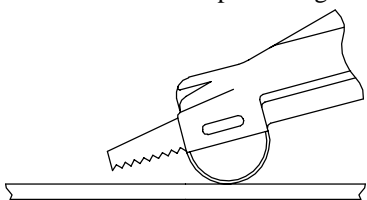

Figura 1
1. Sujete la sierra tal como se muestra en la Figura 1, con la guía de la hoja de sierra presionada firmemente contra el material y la punta de la hoja sobresaliendo por encima del material. Apriete el gatillo.